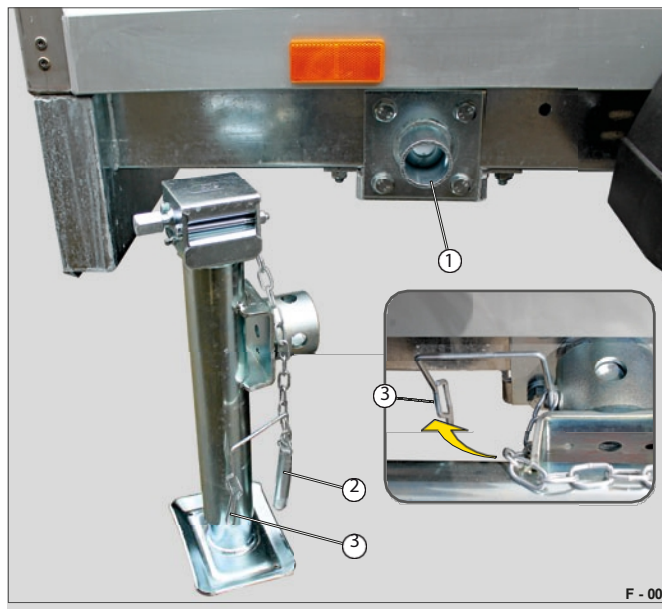

Fig. 8 Genplacering af den teleskopiske håndsvingstøtte
- Løsn beslaget (Fig. 8/3) fra stikket (Fig. 8/2).
- Træk støtten ud af beslaget (fig. 8/1), eller drej støtten til vandret position.